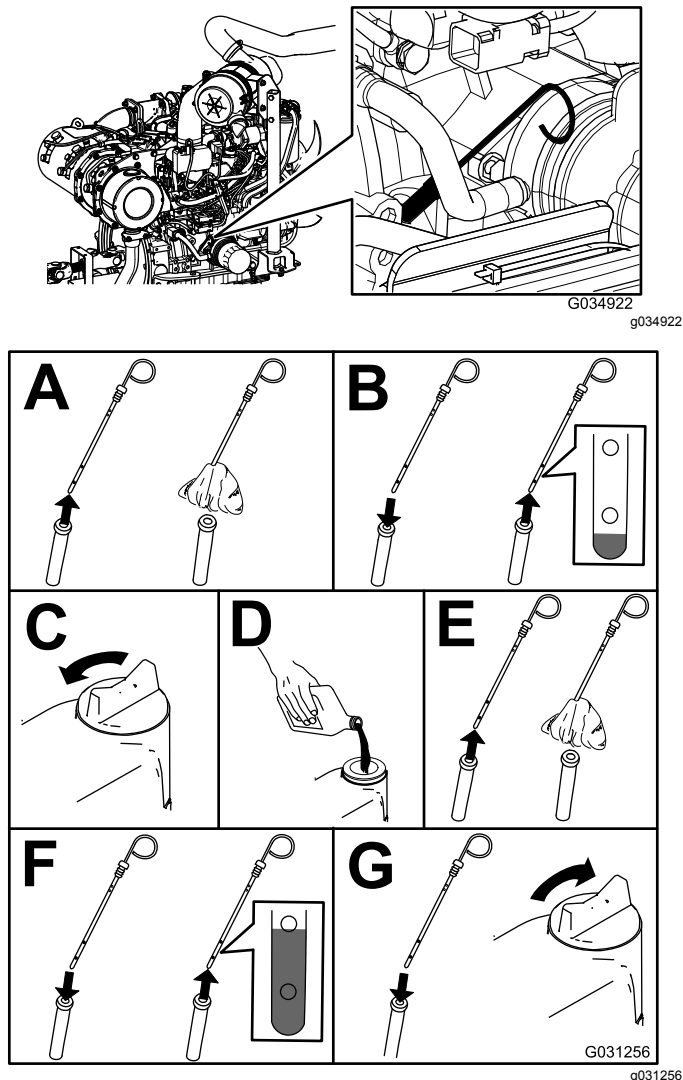

Figure 85
2. Contrôlez le niveau d'huile moteur (Figure 85).